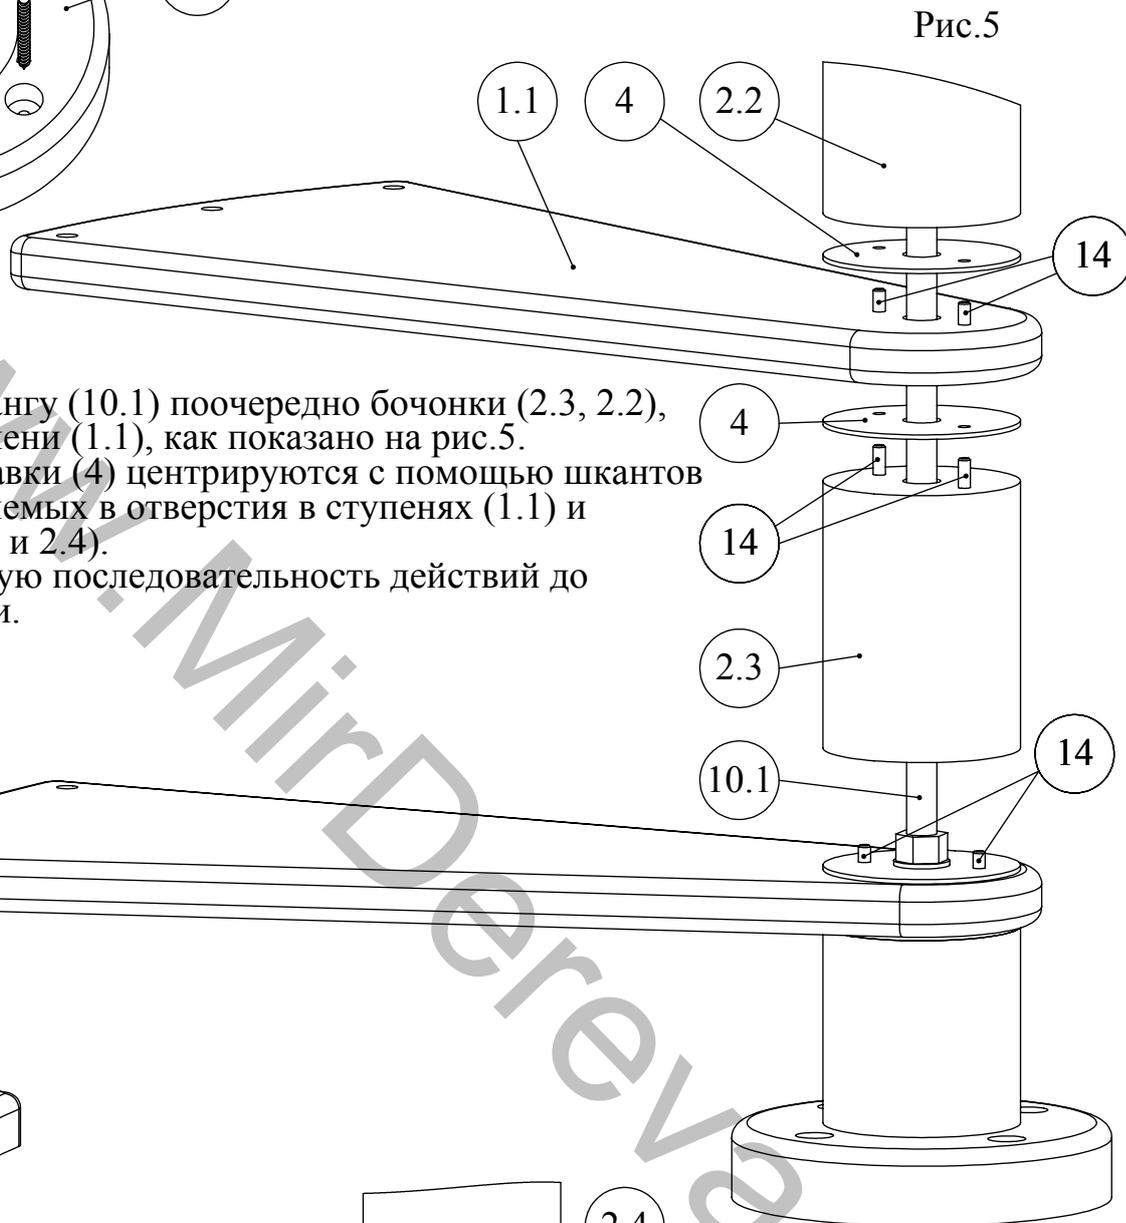

Рис.5
6.5 Надеть на штангу (10.1) поочередно бочонки (2.3, 2.2), вставки (4) и ступени (1.1), как показано на рис.5. Пластиковые вставки (4) центрируются с помощью шкантов 8x30 (14), вставляемых в отверстия в ступенях (1.1) и бочонках (2.2, 2.3 и 2.4). Повторить текущую последовательность действий до окончания штанги.